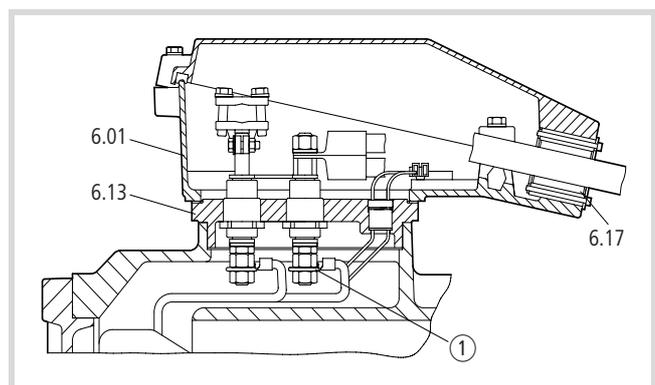

Figure 16 : Boîte à bornes avec passage à boulon isolé
- ▶ Otez la plaque d'arrêt ① et l'écrou (→ fig. 16).